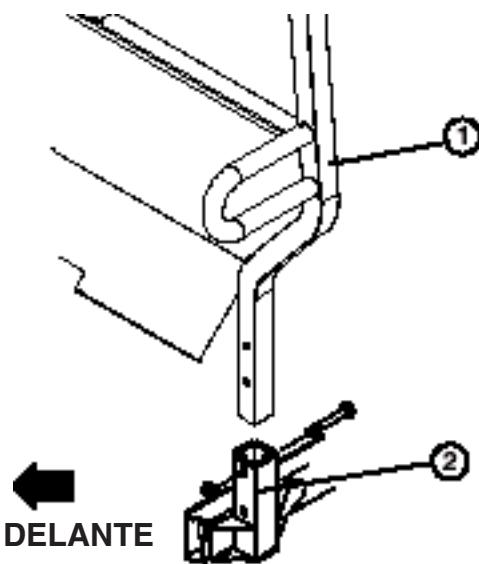

Figura 6
1. Inserte cada lado del sistema en el soporte de montaje a cada lado del bastidor del vehículo, posicionando el sistema de protección según muestra la Figura 6.
2. Fije cada lado del sistema de protección anti-vuelco a los soportes de montaje con (2) tornillos de caperuza de $\frac{1}{2}$ -13 x 3" lg. y contratuerzas.